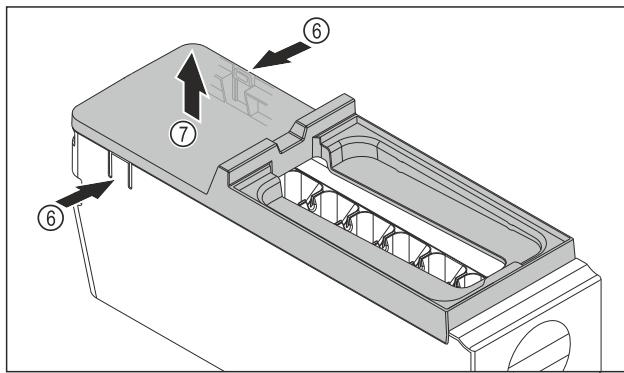

Fig. 112
- Снимите крышку корпуса EasyTwist-Ice: Надавите рукой на накладки Fig. 112 (6) с обеих сторон корпуса EasyTwist-Ice.
- Другой рукой снимите крышку Fig. 112 (7) по направлению вверх.